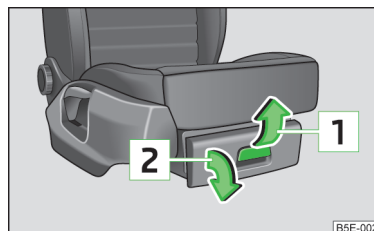

Abb. 70
- Den Griff in Pfeilrichtung  » Abb. 70 ziehen.